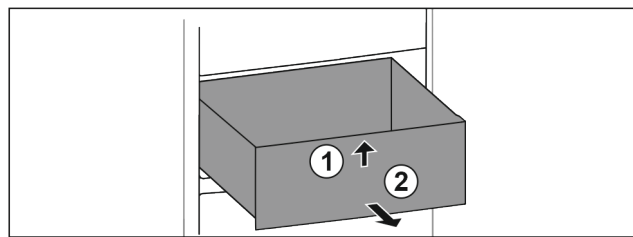

Fig. 63
- ▶ Nadzvedněte zásuvku vpředu. Fig. 63 (1)
- ▶ Vyjměte zásuvku dopředu. Fig. 63 (2)